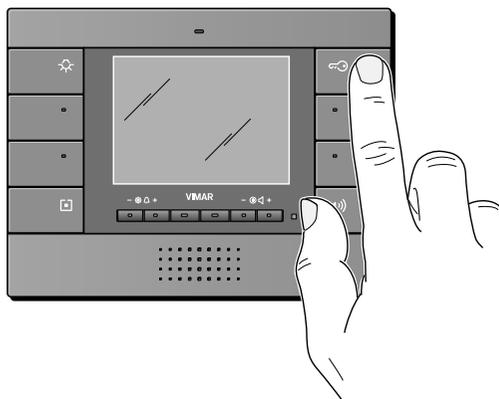

Figura 2.2.3
- Premere e mantenere premuto, per almeno 5 secondi, il **tasto B** (funzione apriorita) (figura 2.2.3);